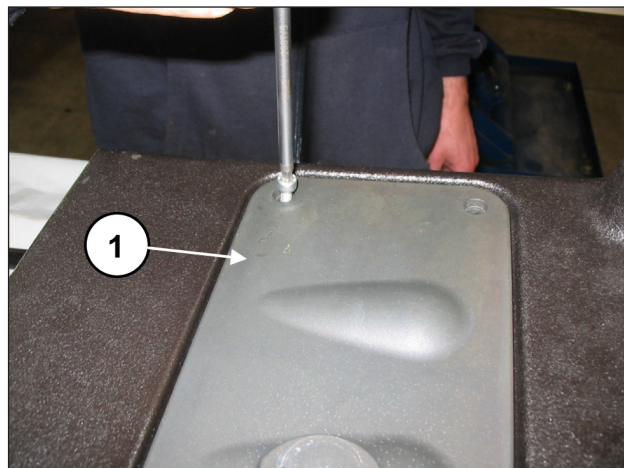
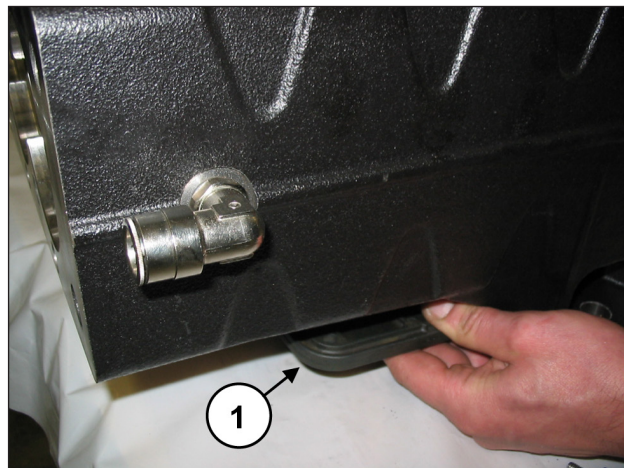

Fig. 120
Fig. 121
Remova a cobertura de inspeção superior (pos. ①, Fig. 120) e a cobertura de inspeção inferior (pos. ①, Fig. 121) soltando os 4+4 parafusos de fixação. Retire os O-rings e substitua-os, se for necessário.